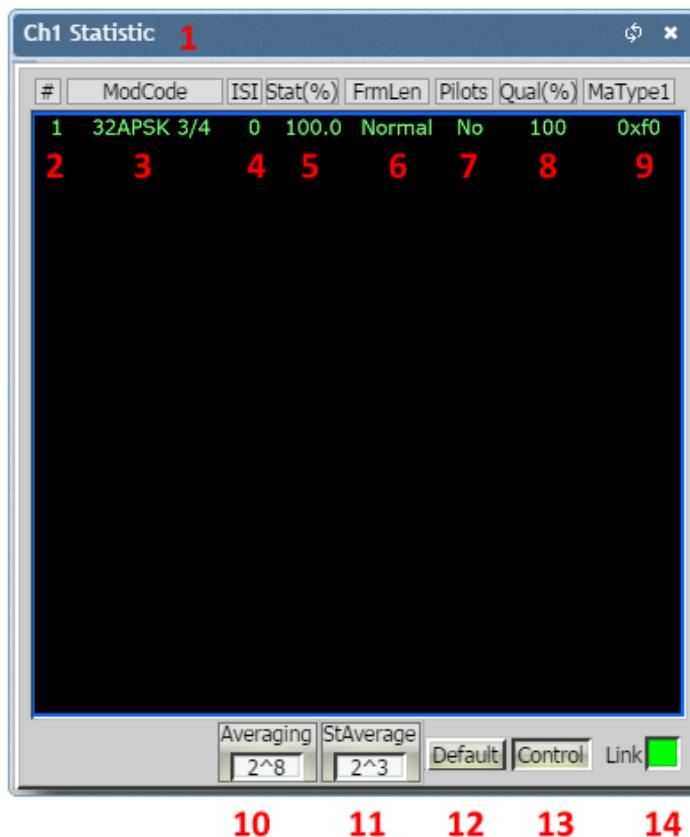

Рисунок 8.17 – Инструмент «Статистика»
8.8.2 Инструмент «Статистические данные потока» отображается в окне «Statistic» для каждого канала приема в отдельности. Содержит следующие элементы (см. рис. 8.17):